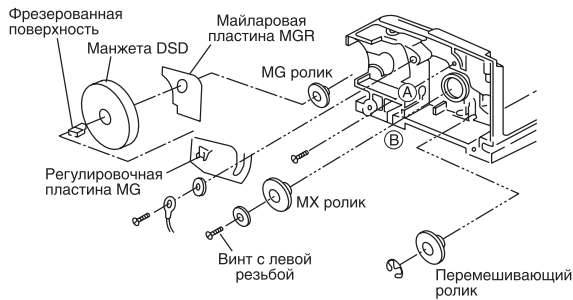

Рис. 3. Расположение частей передней стороны узла проявителя
4. Майларовую пластинку MGR при установке нужно выровнять по центру отверстия манжеты DSD (рис. 3).